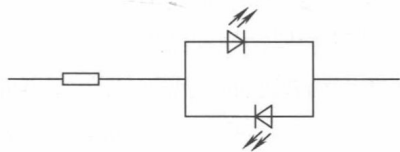

图 1-6 双向发光二极管灯电路
8) 检查喷油器是否喷油。如果点火系统和电动燃油泵工作正常,则应进一步检查喷油控制系统。在起动发动机时,检查各喷油器有无工作的声音。如果喷油器不工作,可用一个大阻抗的试灯或双向发光二极管测试灯(图 1-6)接在喷油器的线束插头上。如果在起动发动机时试灯能闪亮,则说明喷油控制系统正常,喷油器有故障,应更换。